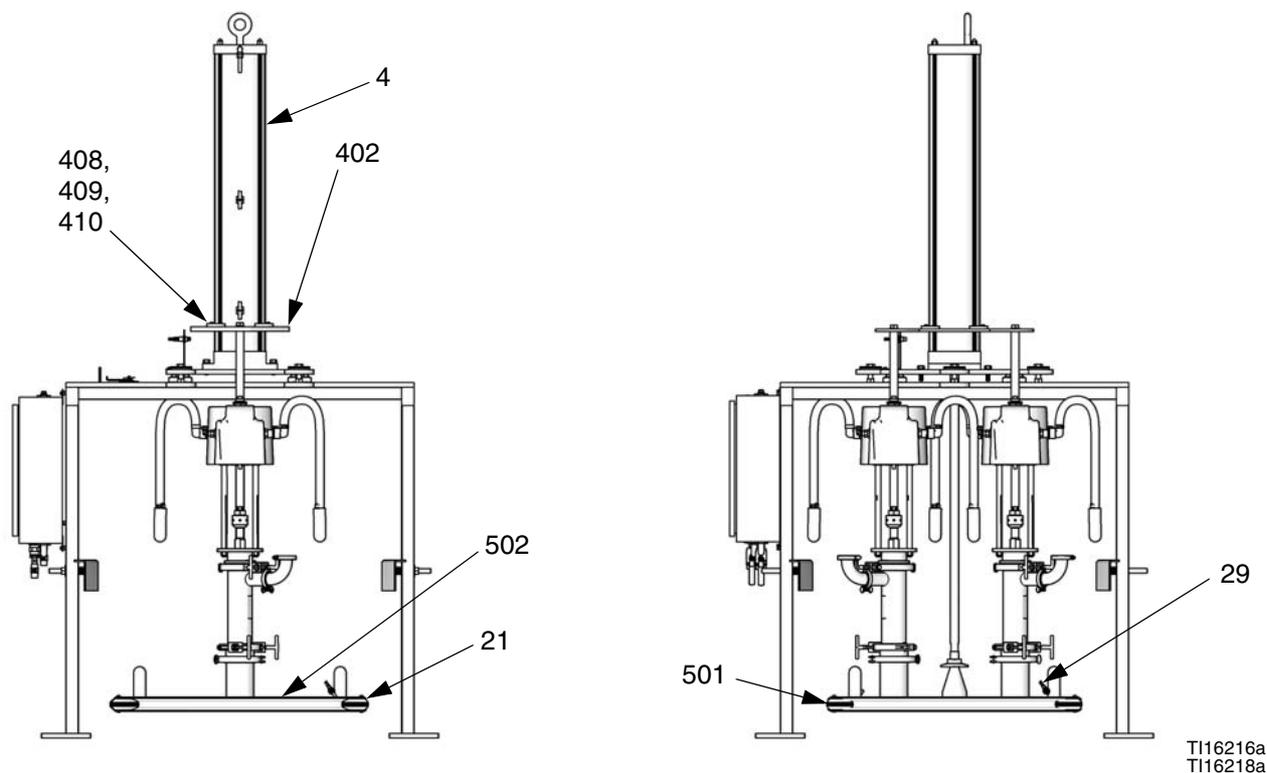

FIG. 16: Riparazione (BESA7A illustrato)
**NOTA:** Vedere la FIG. 16. Tutti i modelli non utilizzano le stesse parti. Fare riferimento allo schema delle parti relativo al modello.
Vedere la FIG. 16.